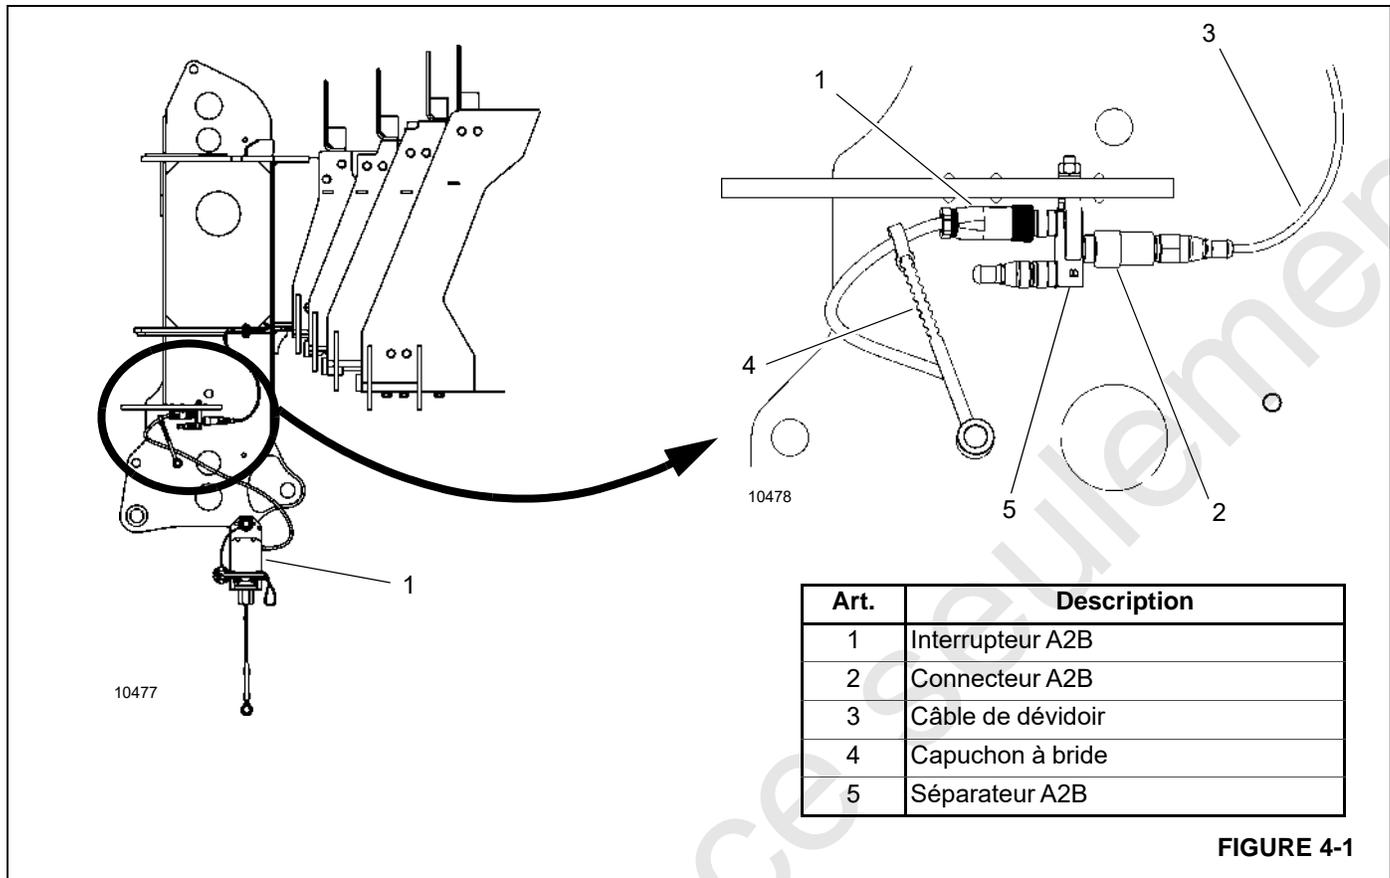

FIGURE 4-1
2. Débrancher et retirer l'interrupteur A2B (1, Figure 4-1).
3. Débrancher le dévidoir de câble A2B (2) de l'ensemble séparateur A2B (5) au niveau de l'extrémité de la flèche.
4. Retirer le connecteur A2B du câble de dévidoir (3). Le fait de retirer le connecteur du dévidoir de câble permet de rétracter le câble de dévidoir dans la flèche.
5. Retirer les serre-câbles (3) qui fixent le câble à l'extrémité de flèche.
11. Installer le connecteur A2B (2, Figure 4-1) à l'extrémité du câble de dévidoir (3).
12. Raccorder le connecteur de câble de dévidoir (2) à l'ensemble séparateur A2B (5).
14. Fixer le câble de dévidoir sur la flèche à l'aide de serre-câbles (4).